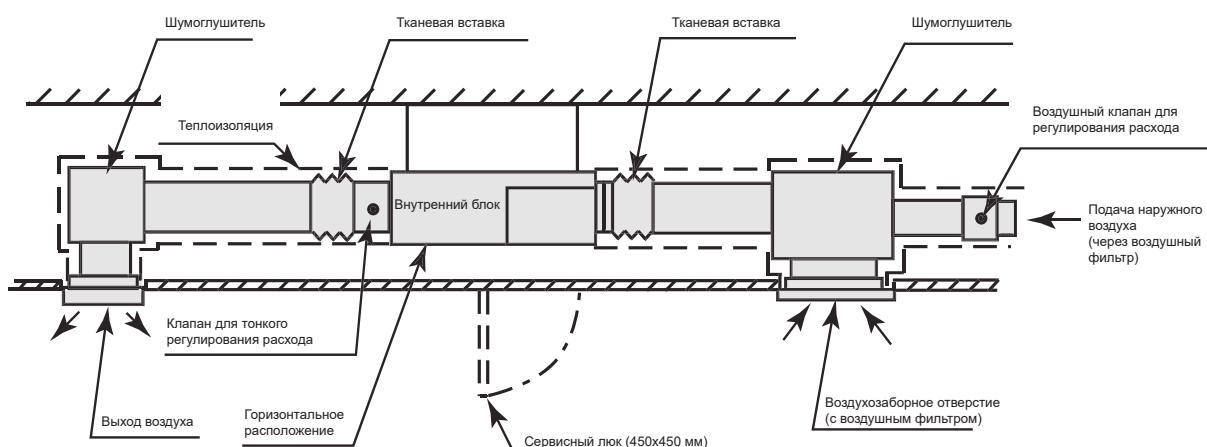

Рис. 4.8 Присоединение воздуховода
- (1) Подающий воздуховод присоединяется к внутреннему блоку через тканевые вставки, позволяющие избежать излишних звуковых вибраций (см. рис. 4.8.). Блок оснащен фланцем для присоединения воздуховода.
(2) Прикрепите резиновые антивibrационные шайбы к подвесным болтам, чтобы снизить излишние звуковые вибрации.
(3) Воздуховод должен быть выполнен из негорючего материала.
(4) Для защиты воздуховода от выпадения конденсата его необходимо теплоизолировать.